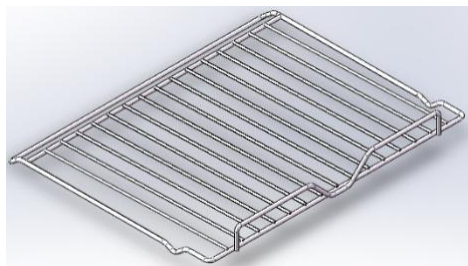

Fig.1
Para lograr una circulación de aire más eficiente, el horno debe ajustarse de acuerdo con las dimensiones que se muestran en la fig. 1 - 2 .
① Función microondas; ②Grill (puede combinarse con diferentes funciones) ④Descongelar (microondas); ⑥Temperatura/Potencia/Peso;⑦Ajuste de tiempo
⑧Tiempo de trabajo; ⑨Tiempo de calentamiento⑩8 manuales diferentes;(11) Display Duración de tiempo/Temperatura/Alarma(12)Icono Alarma; (13)Subir temperatura
(14)Luz; (15)Tiempo final; (16)Falta de agua; (17)Turbo; (18)Bloqueo infantil
•Parrilla (Fig.1)